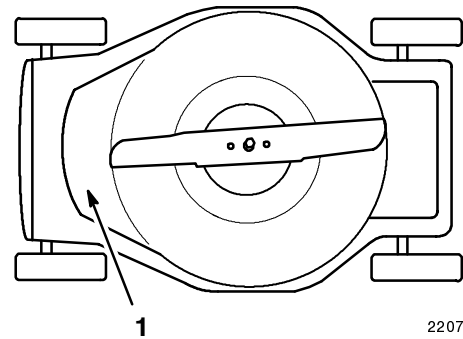

Figure 20
- Nettoyer le dessous de la tondeuse. Veiller particulièrement à bien dégager la cavité avant de tous débris (Fig. 20). Enlever la terre et l'herbe à l'aide d'un grattoir en bois. Eviter les bavures et les arêtes coupantes.
2. Basculer la tondeuse sur le côté (Fig. 20).